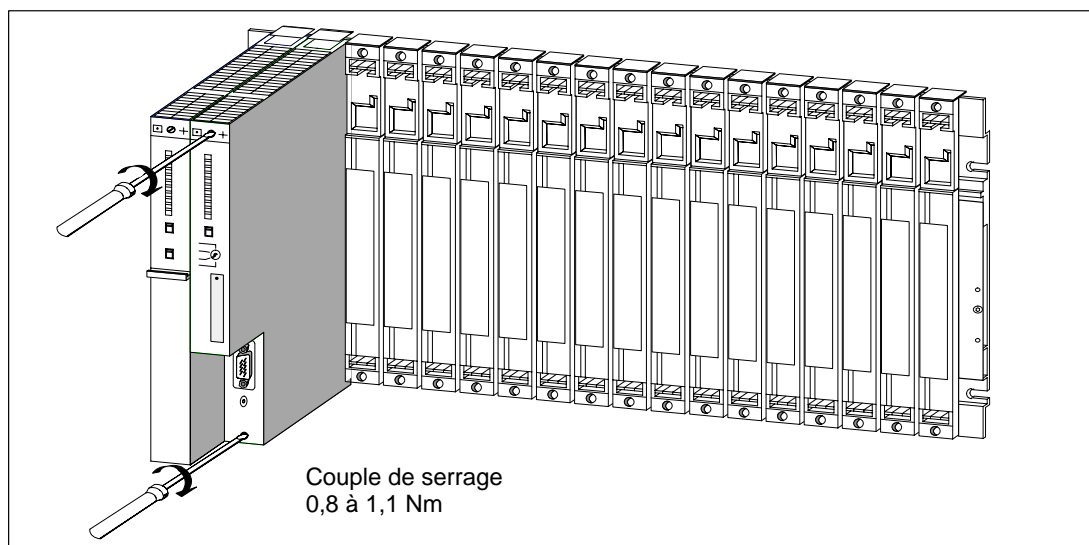

Figure 2-7 Vissage des modules au châssis
5. Vissez le module en haut et en bas avec un couple de serrage de 0,8 à 1,1 Nm (voir figure 2-7). S'il s'agit d'un module de triple largeur, fixez-le en haut et en bas avec respectivement 2 vis.